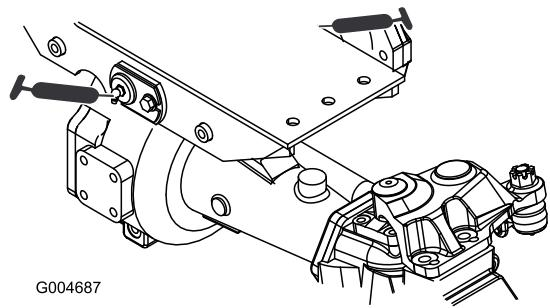

Figura 59
- Casquillos de los pivotes de los ejes delantero y trasero (2) (Figura 59).